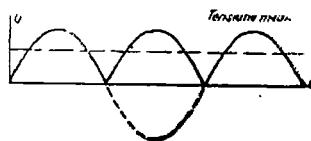

Fig. 214. — Tensiune monofazată redresată
3. *Aparate electrodinamice*, bazate pe acțiunea reciprocă a două bobine străbătute de curenți, fig. 214.